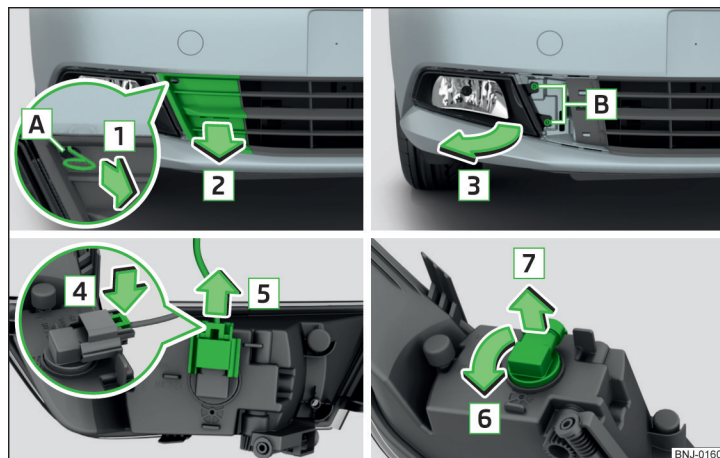

Fig. 215 Estrazione fendinebbia / sostituzione lampadina per fendinebbia
- Tirando il gancio in direzione della freccia **[1]** rimuovere la griglia di protezione in direzione della freccia **[2]** » fig. 215.
- Premere il bloccaggio in corrispondenza della spina, nella direzione indicata dalla freccia **[4]** » fig. 215.
- Inserire il fendinebbia nel senso contrario a quello indicato dalla freccia **3** » fig. 215 e avvitarlo in maniera decisa.